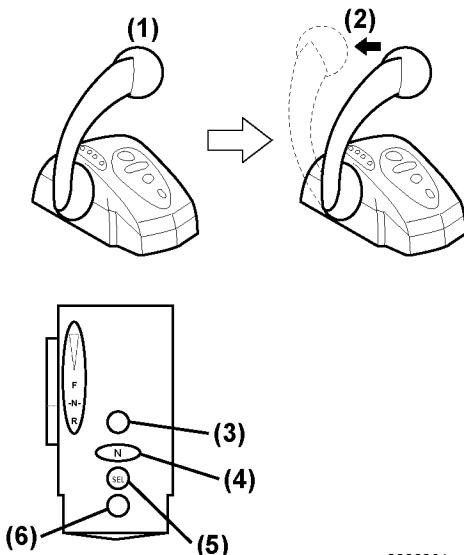

Figura 5
Asegúrese de colocar la palanca de mando en la posición "N" (punto muerto) (**Figura 5, (1)**).
Mueva progresivamente la palanca de mando en la dirección avante ("F") (**Figura 5, (2)**) hasta la muesca de avante. El inversor cambiará a AVANTE. El motor seguirá al ralentí. Si empuja más la palanca de mando, aumentarán las revoluciones del motor hasta el máximo de abrir gas a fondo (WOT).